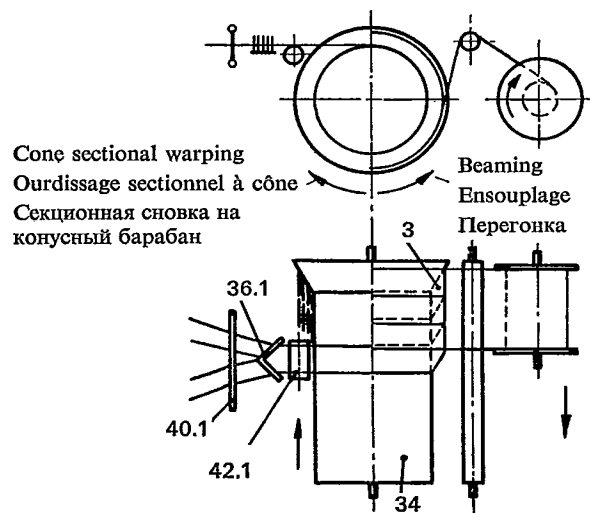

FIGURE 5 / ФИГУРА 5
33.1 **cone sectional warping machine** (see figure 5): Warping machine for winding the total number of ends in successive warp sections, the first of which is supported by the cone of the drum or reel, the following ones by the free taper of the preceding section to prevent slipping. The warp is rewound in full width onto a beam or fed into a sizing machine.
ourdissoir sectionnel à cône (voir figure 5): Ourdissoir servant à enrouler le nombre total des fils du cantre par sections d'ourdissage successives. La première est supportée par le cône du tambour; chaque section suivante est supportée par la partie conique libre de la section précédente, empêchant ainsi tout glissement. La chaîne est réenroulée en pleine largeur sur une ensouple ou alimente une encolleuse.